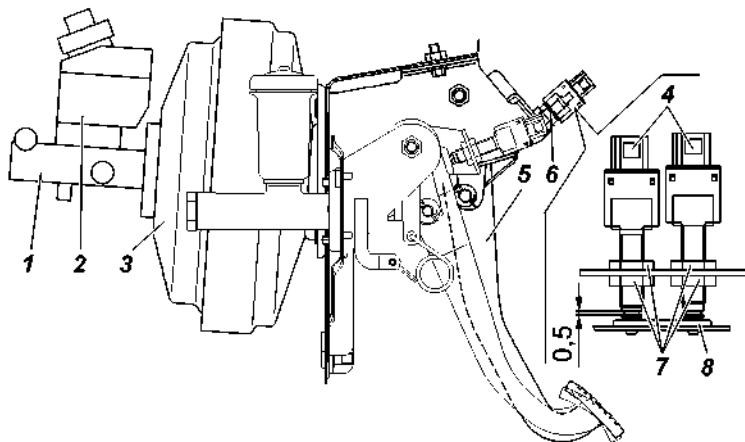

Рис. 9.31. Привод главного тормозного цилиндра:
**Свободный ход педали тормоза** при необходимости регулируйте вращением регулировочного винта 6 (рис. 9.31). Свободный ход педали должен быть 5-8 мм. После регулировки затяните гайку винта с моментом 14 - 18 Н•м (1,4 - 1,8 кгс•м).